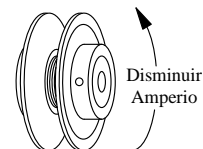

Fig. 9
- **Ajuste la polea si es necesario.** Si la lectura de amperio es menos del valor especificado del motor, apague la unidad y quite el panel de inspección. Desconecte el motor dentro de la caja para protegerse en caso de que alguien intente poner en marcha el aparato mientras usted está trabajando. Esto hay que hacerlo por su propia seguridad. Ajuste la polea a un diámetro mas grande y vuelva a ajustar la tensión de la correa. Conecte el motor, coloque el panel y compruebe de nuevo el amperio. Repita estos pasos hasta obtener la lectura de amperio correcta. El incrementar el diámetro de la polea, incrementa también el amperio; el disminuir el diámetro de la polea, disminuye también el amperio (véase fig. 9).